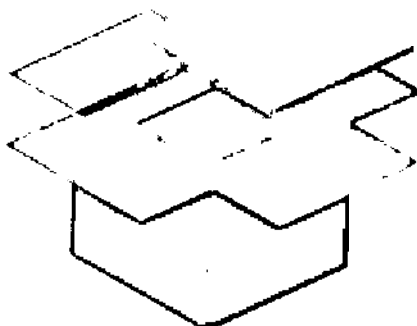

Рис. 31. Вид открытой коробки с Прибором и его составными частями
- 2 Удалите из коробки защитные элементы (Рис. 31).